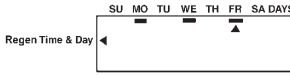

fig. 15
- 6) Pulsar **↑** para confirmar, aparecerá un subrayado debajo del día. En los días subrayados el descalcificador hará la regeneración (fig 15).